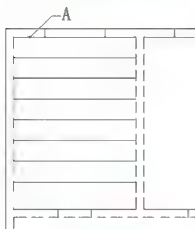

图 5.26 偏移形成楼板
(1) 启动【偏移】命令, 将 A 线以 $620(620 - 600 + 20)\text{mm}$ 的距离向下偏移 7 次, 如图 5.26 所示。